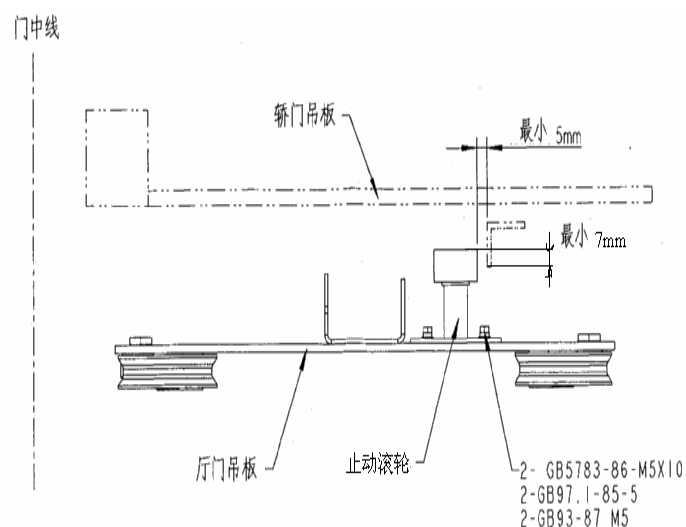

图 2-19 防扒叶片的装配
5. 关门到位时，止动滚轮（安装在厅门挂板上）与防扒开叶片的相对位置如图 2-19 所示，且叶片处于抬起状态（叶片在关门过程中，叶片上的滚轮在门机上的支架作用下抬起），需确保止动滚轮和叶片距离大于 5mm。此时，叶片上的支架与门机上的支架相互脱离。